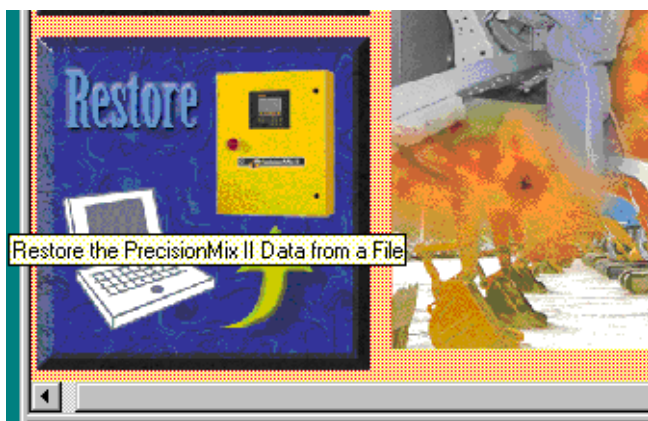

Fig. 13.13
1. Seleccione archivo ► restaurar PrecisionMix II (Fig. 13.12) en la barra de herramientas o pulse el botón restaurar (Fig. 13.13) en la ventana principal.